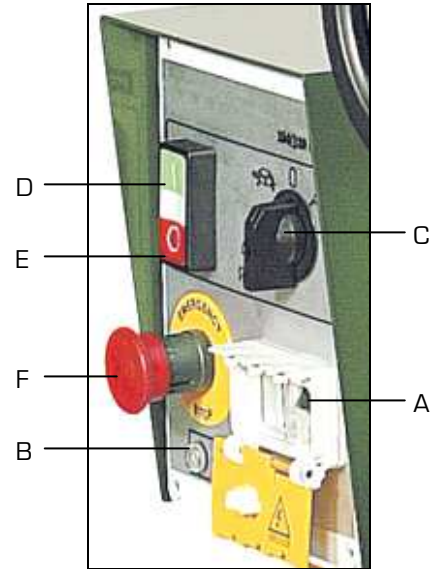

Figure 3
1. Appuyer sur le disjoncteur (A fig.3), le voyant blanc (B fig.3) signalera la mise sous tension de la scie à ruban.
3. Déverrouiller l'arrêt coup de poing à accrochage (F fig.3).
4. Sélectionner la vitesse du ruban en rapport avec le profilé à couper (C fig.3).
6. Appuyer sur le bouton de mise en marche vert « I » (D fig.3), ce qui entraîne la fermeture automatique de l'étau, la rotation du ruban et la descente de l'archet.